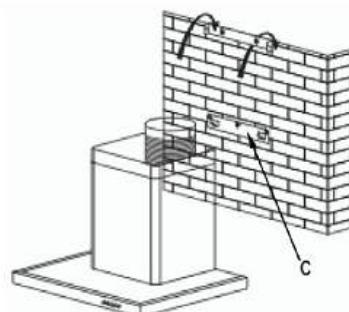

Fig. 2
Vous ne possédez pas de sortie vers l'extérieur (fig. 2)
- Posez et fixez le corps de la hotte sur ce support avec les vis prévues en dotation (fig. 2).